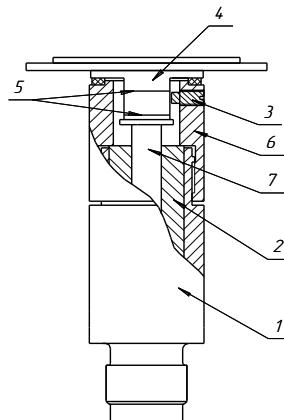

Рисунок 5. Устройство ИПС для МП-6...МП-16.
6.3 Разберите ИПС, для чего: выкрутите стопорный винт и выньте поршень с грузоприёмным устройством, а затем цилиндр. В исполнении гайки 6 (Рис. 5, 6) без стопорного винта 3 необходимо ее открутить и осторожно снять вместе с поршнем и грузоприемным устройством. Далее выньте цилиндр, а гайку снимите с поршня.
6.13 Смажьте поршень ИПС маслом, аккуратно подведите нижний конец поршня к отверстию в цилиндре и осторожно вставьте. В случае исполнения гайки без стопорного винта необходимо сначала поршень вставить в смещение отверстие гайки 6, рис. 5,6.